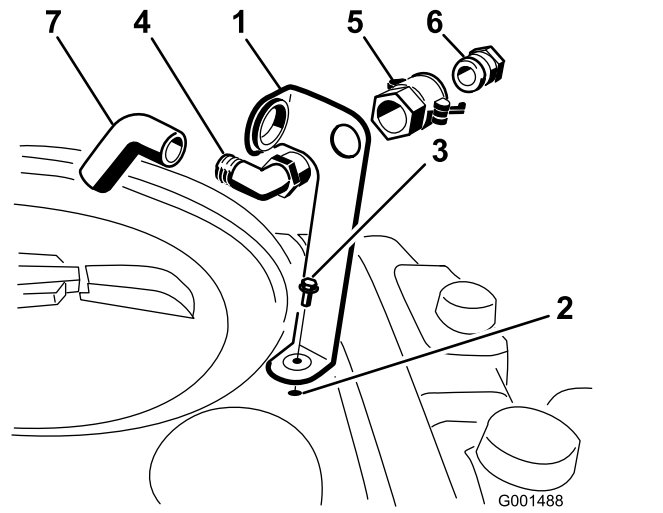

Figure 3
avec un boulon à embase (5/16" x 3/4") (Figure 3).
2. Passez l'extrémité fileté du raccord coudé à 90 degrés dans le trou du support et vissez-y le raccord rapide pour le fixer au support (Figure 3).
3. Raccordez l'adaptateur de flexible au raccord rapide (Figure 3).
4. Bloquez l'adaptateur en place en basculant les leviers vers l'adaptateur puis en les fixant en position avec les goupilles fendues (Figure 3).
5. Placez le flexible antisiphonnage dans la grande ouverture du support et branchez-la à l'extrémité cannelée du raccord coudé à 90 degrés (Figure 3).